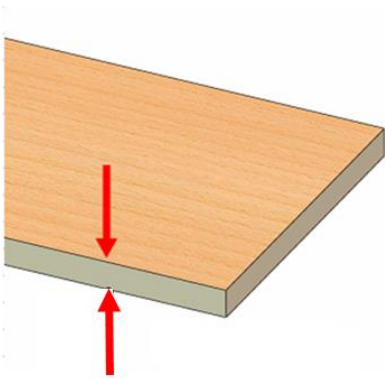

Fig1
- Mida el grosor de la pieza de trabajo. (Fig1)